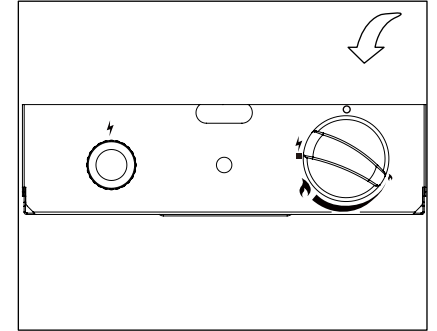

Figura 4
8. Presione y gire la perilla de control a la posición “ALTO” (), a continuación, suelte perilla de control. Si desea una temperatura más baja , presione el botón de control y gire a la izquierda para el “BAJO” () (Figura 4).